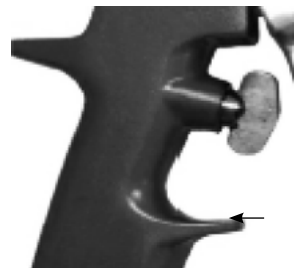

Рис. 4
3. Установите предохранитель курка на пистолете во включенное положение. (Рис. 4)